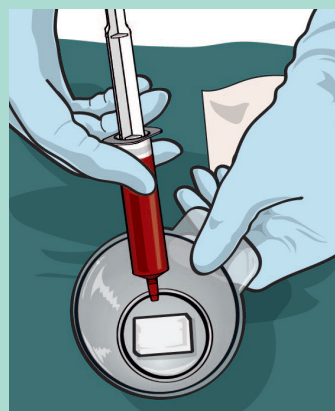
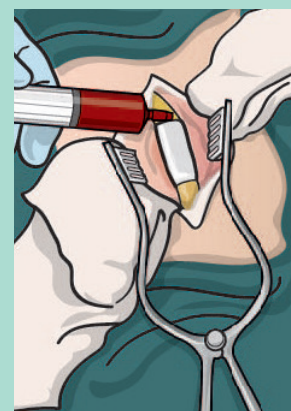

Fig. 2
Fig. 3
3. Si raccomanda di immergere **b.Bone** in sangue o midollo osseo aspirato (BMA) prima dell'impianto (Fig.2) o una volta che il dispositivo è impiantato (Fig.3). Il chirurgo deve anche prendere in considerazione l'immersione di **b.Bone** in preparazioni PRP.